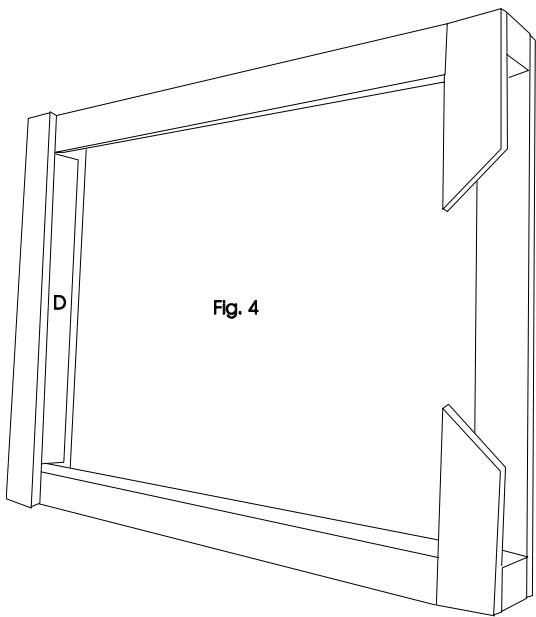
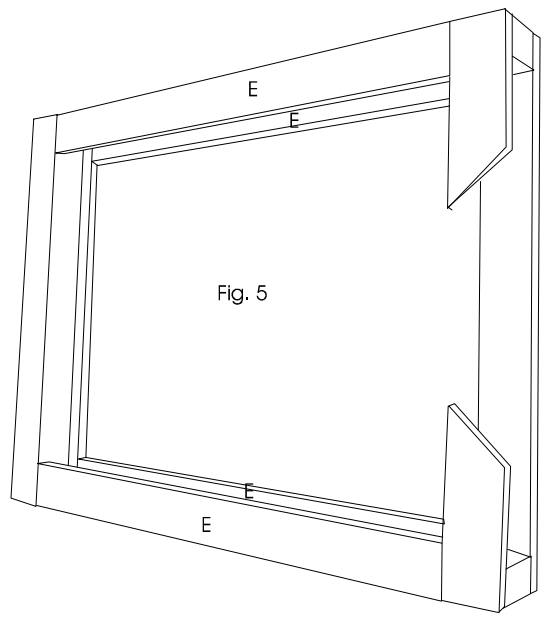

Fig. 4
Fig. 5
6. Découper un morceau (D) de 30,8 cm dans le tasseau 34 X 26.
7. Le clouer et le coller (fig 4)
8. Enfin, découper dans le tasseau 38 X 8, 4 morceaux (E) de 40,4 cm (*).
9. Les clouer coller (fig 5)